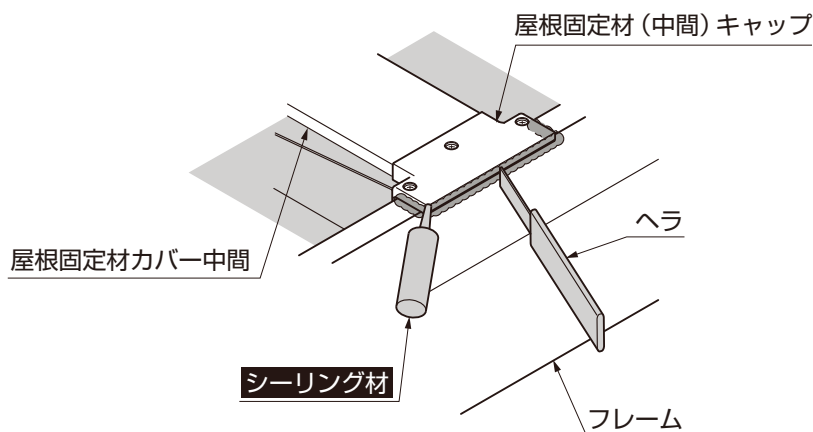

図10-5 C部詳細図
- ③C部屋根固定材(中間)キャップ、フレームの接合部へシーリング処理してください。(図10-5参照)